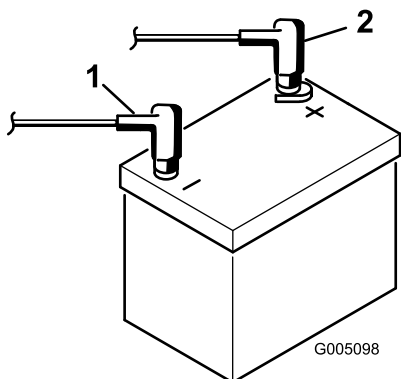

Figure 4
7. Raccordez le câble positif (rouge) de la batterie à la borne positive (+) et le câble négatif (noir) à la borne négative (–) et fixez-les en place avec les vis et les écrous (Figure 4). Assurez-vous que le collier du câble positif (+) est bien engagé sur la borne de la batterie et que le câble est placé tout près de la batterie. Le câble ne doit pas toucher le couvercle de la batterie.